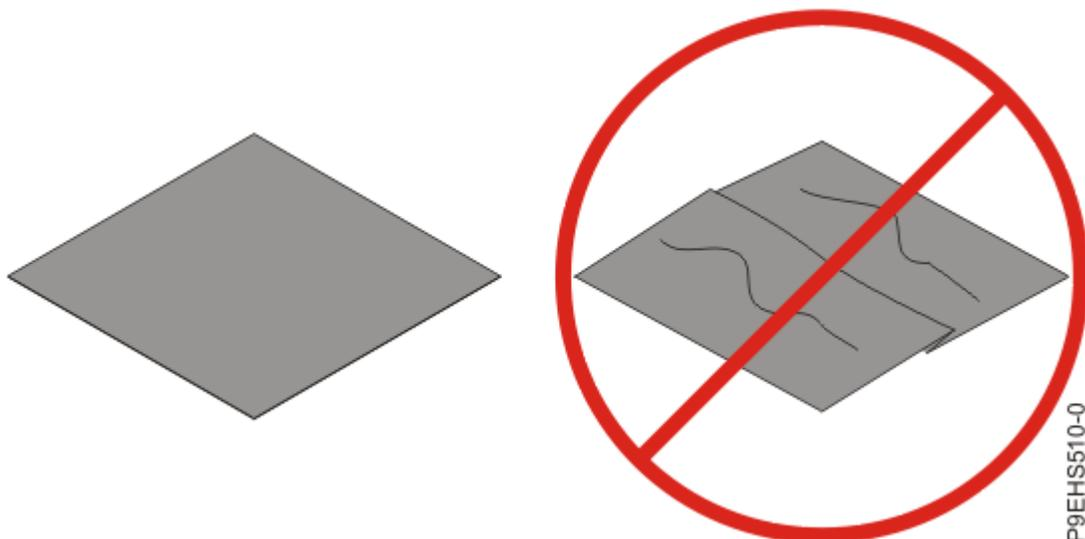

図 135. 熱伝導材料の検査
13. 熱伝導材料 (TIM) を調べて、目に見える損傷がないか確認します (152 ページの図 135 を参照)。折り目、裂け目、曲がりが見られたり、TIM に疑念を覚えたりする場合は、TIM を取り替えてください。